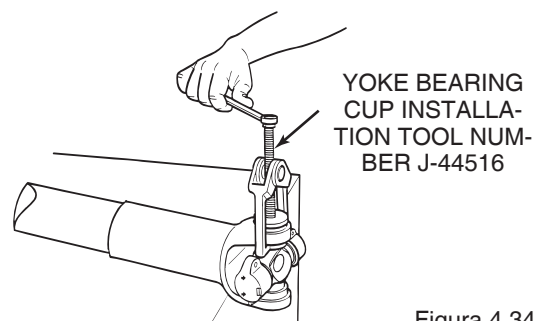
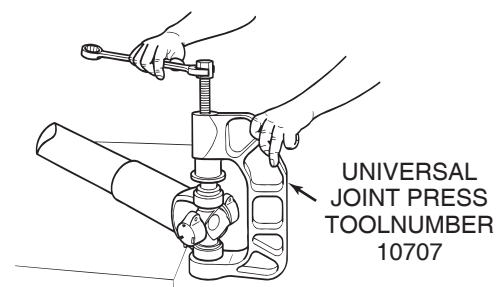
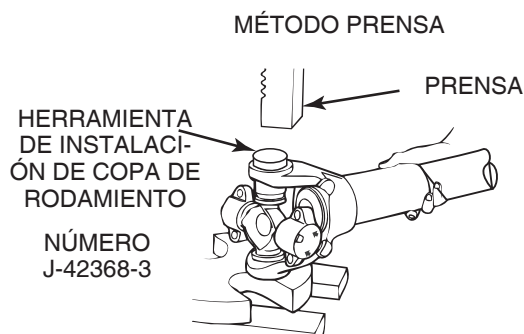

Figura 4.34
Figura 4.35
Figura 4.36
5. Use una prensa, herramienta de instalación de copa de rodamiento de yugo (SPX Kent-Moore tool número J-44516) o prensa de junta universal (Tiger Tool número 10707) para instalar el primero buje circular ligeramente pasado la ranura del aro de seguridad. Cuando la herramienta de instalación de copa de rodamiento toca el yugo, la instalación está correcta. Figura 4.34, Figura 4.35 y Figura 4.36.
8. Use una prensa. Herramienta de instalación de copa de rodamiento del yugo (SPX Kent-Moore tool número J-44516) o prensa de junta universal (Tiger Tool número 10707) para instalar el segundo buje circular ligeramente en la ranura del aro elástico. Asegúrese que le buje está alineado con la junta universal. Figura 4.34, Figura 4.35 y Figura 4.36.